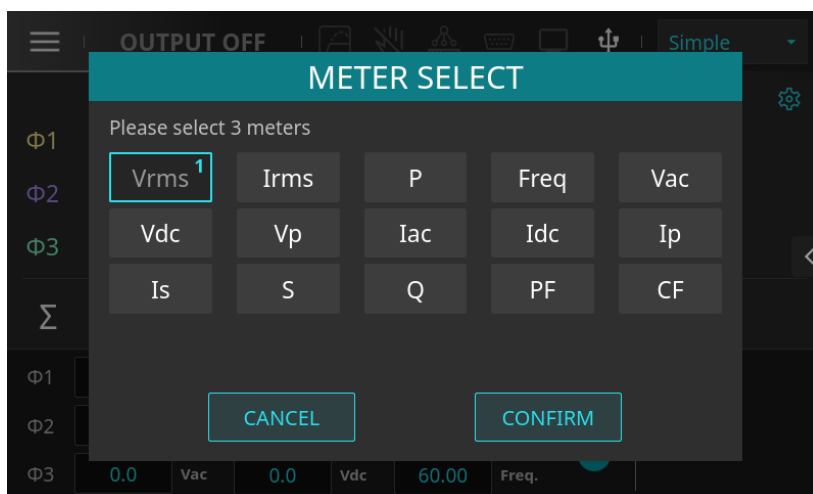

图 4-11 取消量测参数 "Irms" 、"P" 页面
2. 点选欲更换的参数 "Irms"、"P"，如图 4-11 所示。
4. 按下 "CONFIRM" 键，回到主画面，量测参数已更新，如图 4-11 所示。